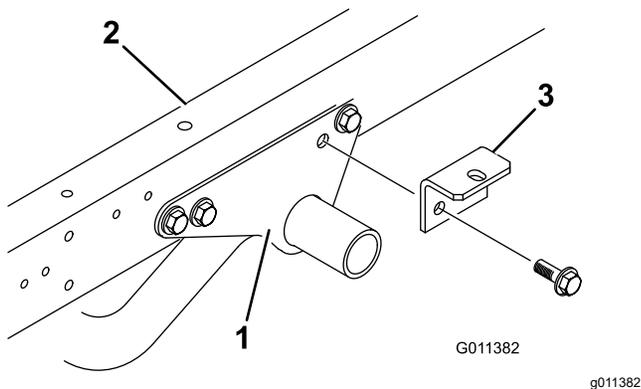

图 5
1. 卸下将各个发动机架安装支架的后部固定到 Workman 工作车机架两侧的 2 个凸缘头平头螺丝和凸缘锁紧螺母图 5。
2. 使用在步骤 1 中卸下的 2 个凸缘头平头螺丝和凸缘锁紧螺母将附件支架松松地固定到各发动机架安装支架和 Workman 工作车机架上图 5。